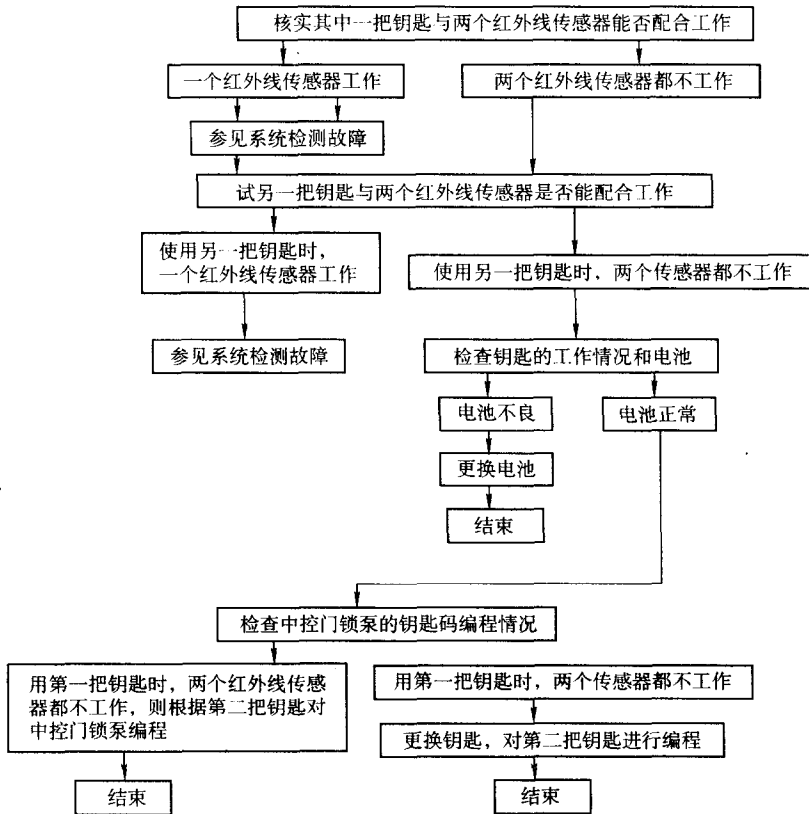

图 5-7 诊断流程
- (1) 首先使用机械门锁实现中央门锁系统的工作, 如果门锁系统不工作, 则对其维修。
- (2) 座椅和后视镜存储系统不工作, 按有关说明进行维修。
3. 诊断流程 (如图 5-7 所示)